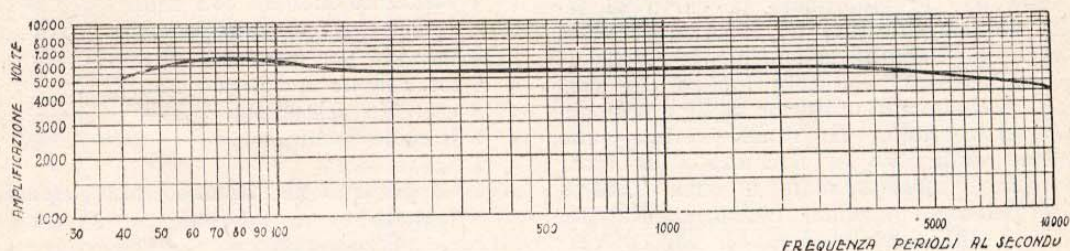

FIG. 13.
- 1° - miglioramento della curva di riproduzione alle varie frequenze udibili (vedi fig. 13). È importante il notare che questa curva rappresenta la caratteristica totale dell'amplificatore ed altoparlanti.
Nella fig. 13 riportiamo la curva di fedeltà dell'amplificatore G. 15 A. Da questa si vede che l'amplificazione media risulta di circa 5.500 volte; si nota inoltre che essa riesce praticamente uniforme da 50 a 8000 periodi al secondo. Il ronzio residuo alle placche della '50 fu riscontrato di circa 0,8 Volta, corrispondente a circa 0,001 % della potenza massima indistorta d'uscita, che in condizioni normali di lavoro raggiunge 15 W.